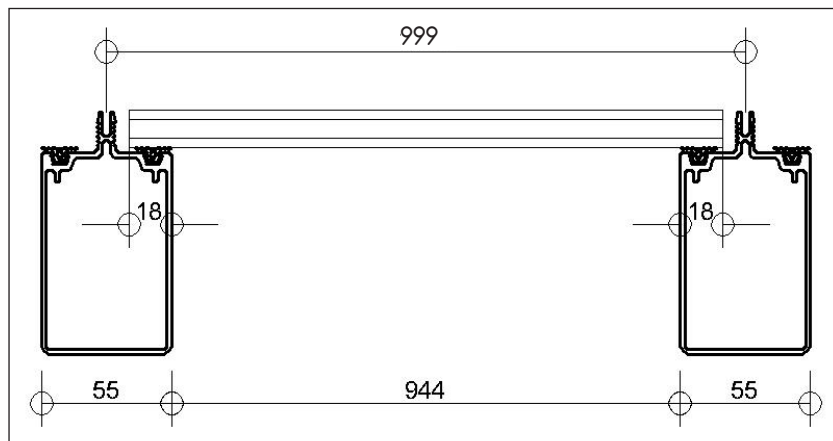

Abb. 21
- 4.1 Messen Sie an dem Wandprofil ( $m$ ) zwischen den Trägern ( $\rho$ ) 944 mm. Siehe Abb. 21
- 4.2 Messen Sie an der Rinne ( $l$ ) zwischen den Trägern ( $\rho$ ) 944 mm Siehe Abb. 21